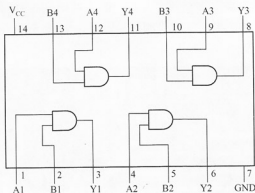

图 5-43 08 门的内部结构
(2) 接下来需要检测的是显卡的行、场同步信号，观察行、场信号的电路，发现是从 GPU 出来经过 08 门后到达显卡接口的。08 门的内部结构如图 5-43 所示，11、8、3、6 脚为输出脚。